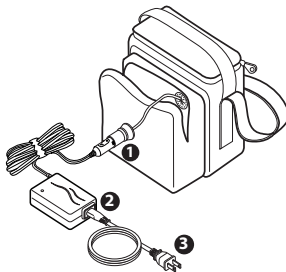

Abbildung 1: Laden des Akkus
1. Schließen Sie das Autoadapterende des Ladegeräts an die Akkubuchse an, die sich im vorderen Abteil der Tragetasche befindet. Siehe Abbildung 1.